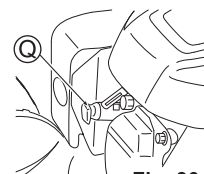

Fig. 30
1. Remova o terminal da vela de ignição (Q). (Veja a fig. 30)